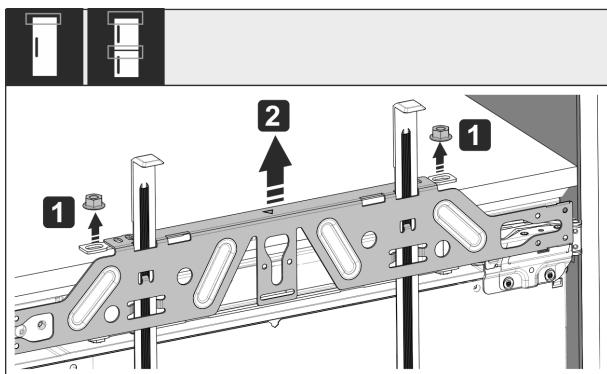

Fig. 55
- Svitare i controdadi Fig. 55 (1).
- Togliere la traversa di fissaggio Fig. 55 (2).